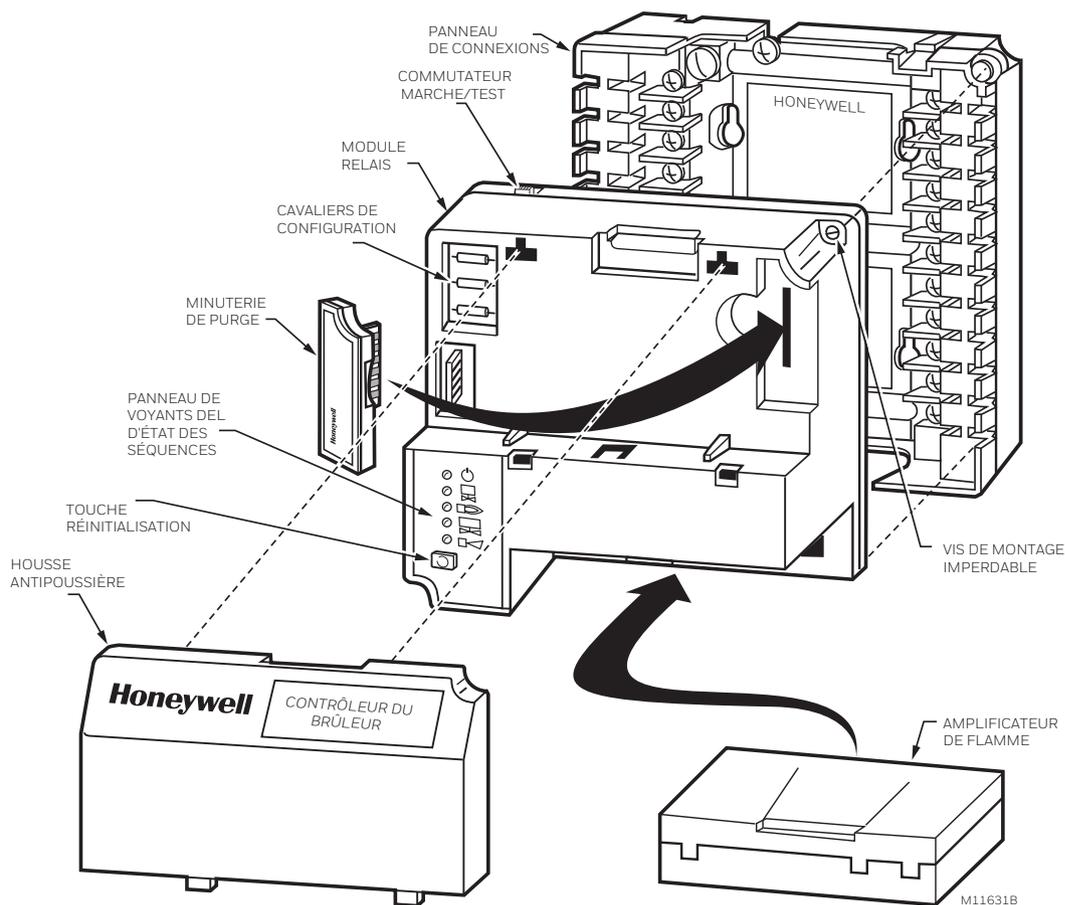

Fig. 4. Vue éclatée du module relais de la série 7800
5. Pour le montage des autres composants système requis ou optionnel, se reporter à la Fig. 4 et aux instructions fournies avec chaque composant.